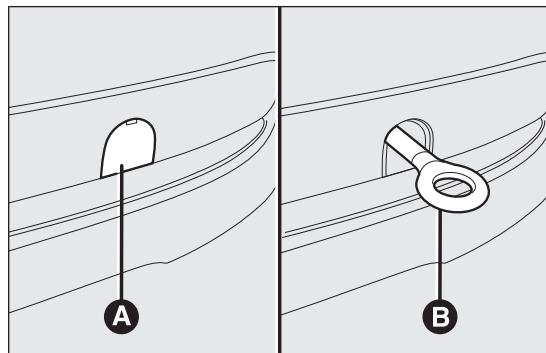

fig. 132
- retirer l'anneau d'attelage B fig. 132 de son logement, dans la boîte à outils ;